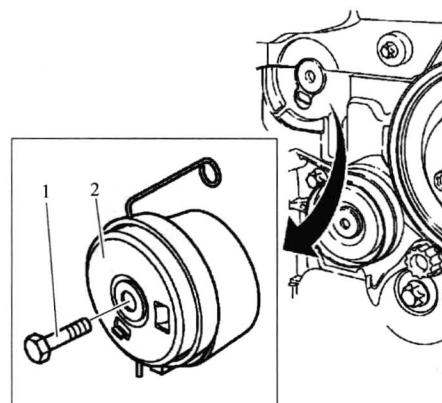

图 1-8 安装正时带张紧器
- 5) 如图 1-8 所示，用新的紧固件(1)安装正时带张紧器(2)并紧固至 $20\text{N}\cdot\text{m}$ ($15\text{lbf}\cdot\text{ft}$)。